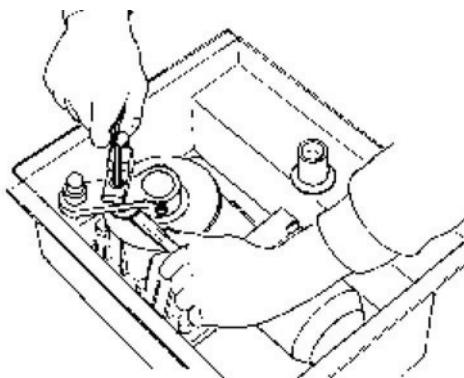

Fig.9
- Assemblée de la limite d'arrêt porte fermée. Pas serrer les vis de façon à ce que de limiter le groupe peut encore se déplacer (Fig. 9)